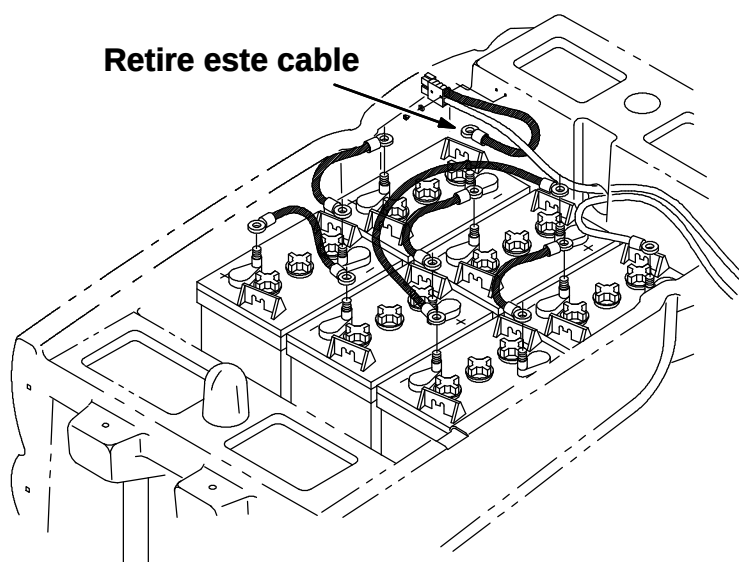

FIG.1 - Desconexión del cable de la batería
2. Desconecte el cable negativo de la batería más cercana a la parte trasera de la máquina antes de revisar cualquiera de los componentes eléctricos. (Consulte la FIG. 1).